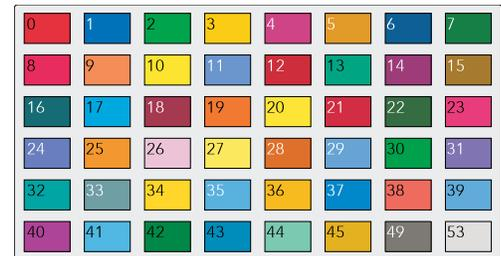

Abbildung 91 Trend Farben
**Colour A (B)** Farbe A (B). Bestimmen Sie zwei alternativen Farben (A und B) für den Kanal. Abbildung 91 zeigt Ihnen eine Farbübersicht.
**Select Colour B** Auswahl Farbe B. Wählen Sie „Ja“ (1), wird Farbe B verwendet, sonst wird Farbe A verwendet.
**Select SpanZone B** Auswahl Anzeige, Zone B. Wählen Sie „Ja“ (1), werden Bereich B und Zone B verwendet. Bei „Nein“ werden Anzeige A und Zone A verwendet.